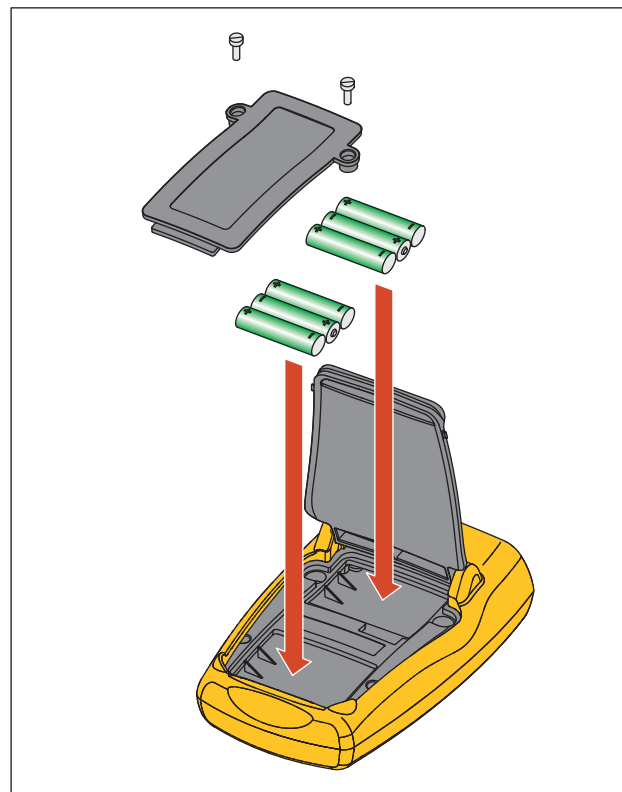

Рисунок 60. Замена элементов питания
2. Поднимите дужку, чтобы получить доступ к крышке батарейного отсека. См. Рисунок 60.